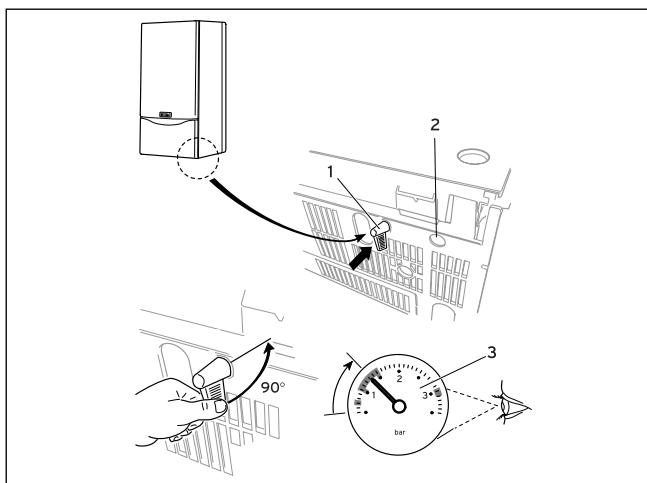

图8.2 采暖系统注水
- 打开注水阀用冷水注满系统，直至压力达到1.2-1.5bar（见图8.2）；